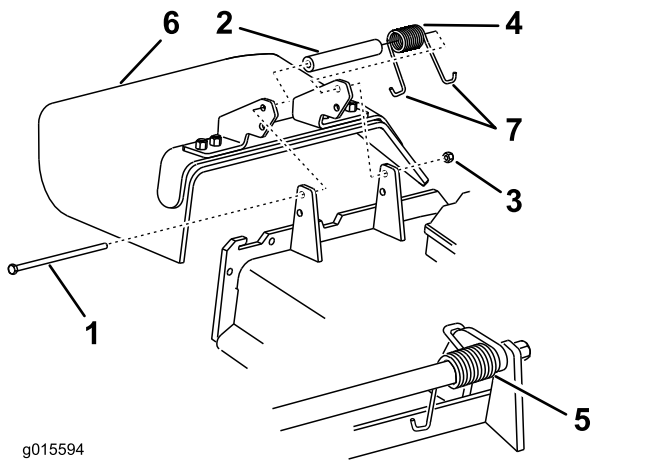

Figure 121
1. Retirez le contre-écrou, le boulon, le ressort et l'entretoise qui fixent le déflecteur aux supports de pivot (Figure 121).
- Déposez le déflecteur d'herbe s'il est endommagé ou usé (Figure 121).
Remarque: Prenez soin de placer une extrémité en J du ressort derrière le bord du plateau avant de mettre le boulon en place, comme montré à la Figure 121.
- Accrochez une extrémité en J du ressort au déflecteur d'herbe (Figure 121).